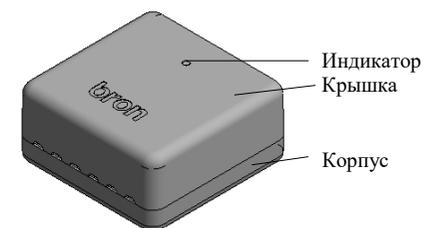

Рисунок 1.1 – Общий вид
1.9 Режим работы датчика отображается светодиодным индикатором, который размещен сверху корпуса (см. рисунок 1.1).